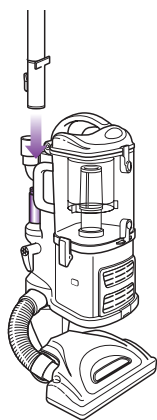

Fig. 9
- 3 Fixez l'extrémité du tube rallonge au tube à l'arrière du corps de l'aspirateur *Lift-Away^{MC}* jusqu'à ce qu'il soit bien enclenché. (Fig. 9)